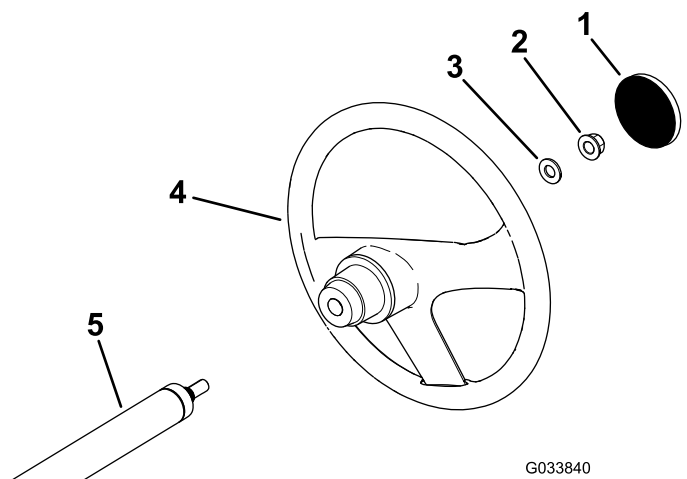

Figura 3
1. Togliete la protezione, se installata, dal mozzo del volante (Figura 3).
2. Togliete il dado di bloccaggio (1/2") dal piantone dello sterzo (Figura 3).
3. Fate scorrere il volante e la rondella (1/2") sul piantone (Figura 3).
5. Montate la protezione sul volante (Figura 3).